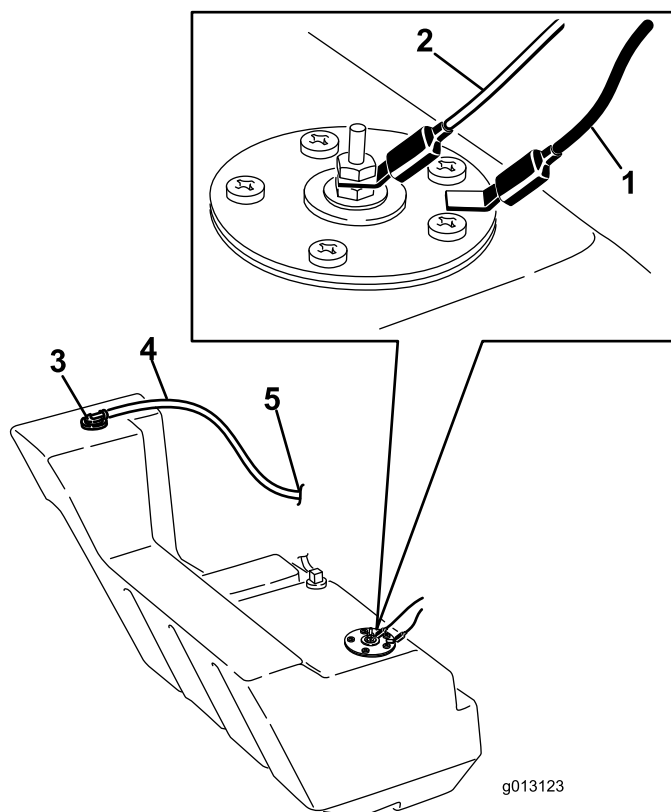

Figura 59
11. Desconecte los dos cables que van al lado derecho del depósito (Figura 59).
20. En el lado derecho del depósito, conecte el cable naranja al borne central y el cable negro al borne exterior (Figura 59).